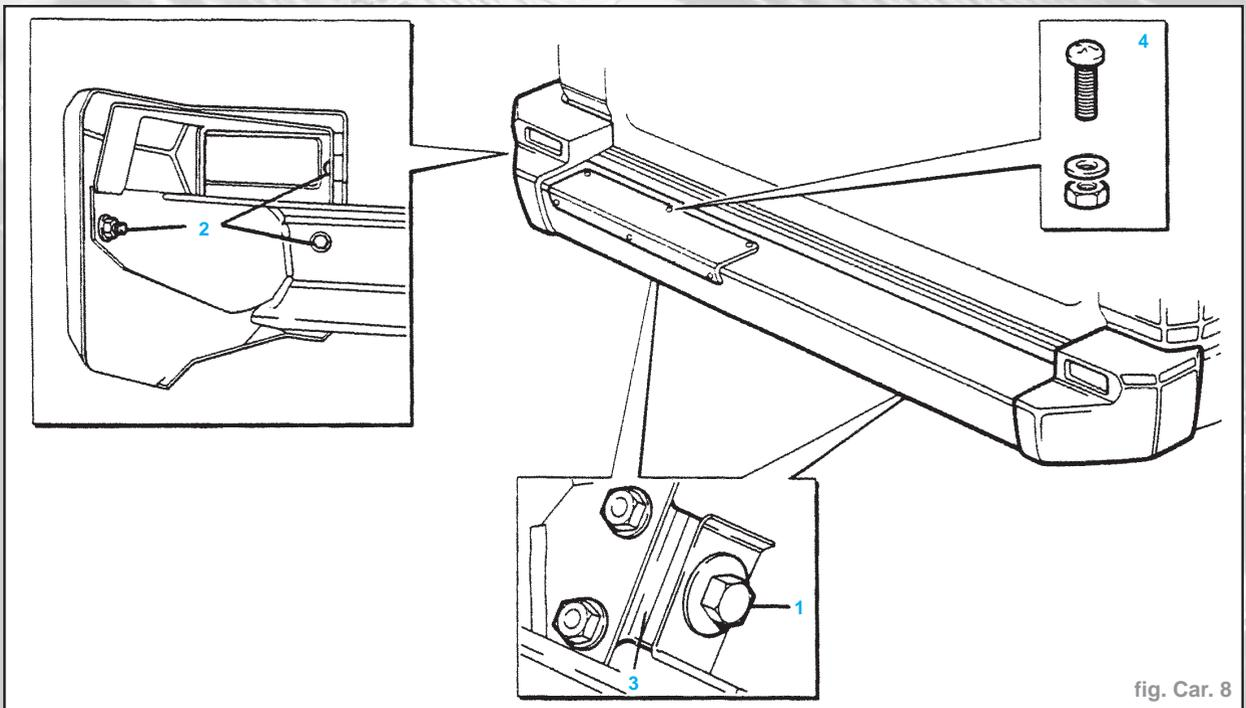

fig. Car. 8
- Déposer les deux boulons de fixation du pare-chocs arrière au châssis et déposer le pare-chocs (1) (Fig. Car. 8).
- Pour retirer les embouts, déposer le boulon et la vis uniques, ainsi que l'écrou et la rondelle et retirer l'embout (2).
- Pour poser un pare-chocs neuf, déposer les pattes de montage, de l'ancien pare-chocs et les poser sur le neuf (3).
- Pour remplacer la marche en caoutchouc, déposer les six vis, écrous et rondelles et retirer la marche en caoutchouc du pare-chocs en soulevant (4).